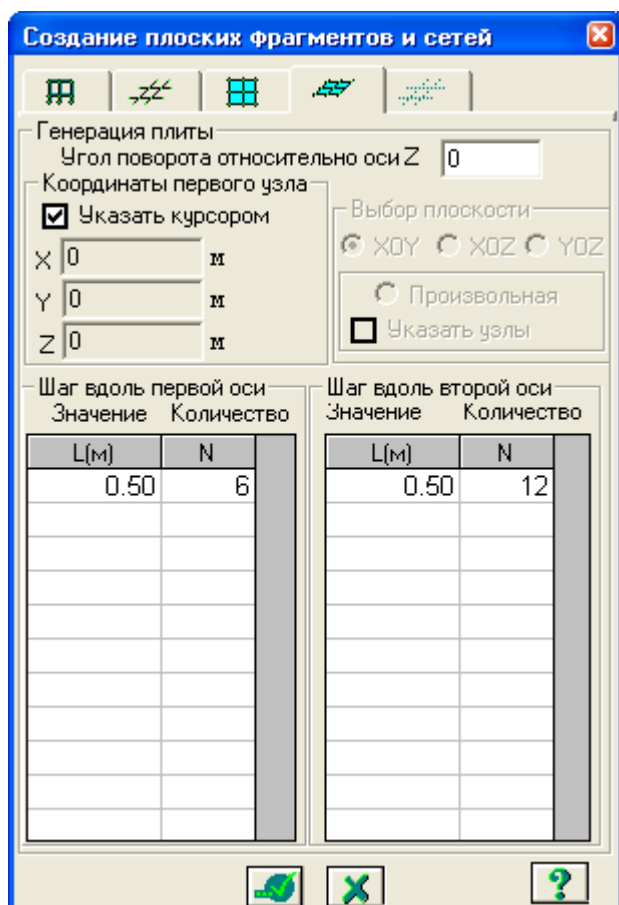

Рис.2.3. Диалоговое окно **Создание плоских фрагментов и сетей**
- Остальные параметры принимаются по умолчанию (рис.2.3).